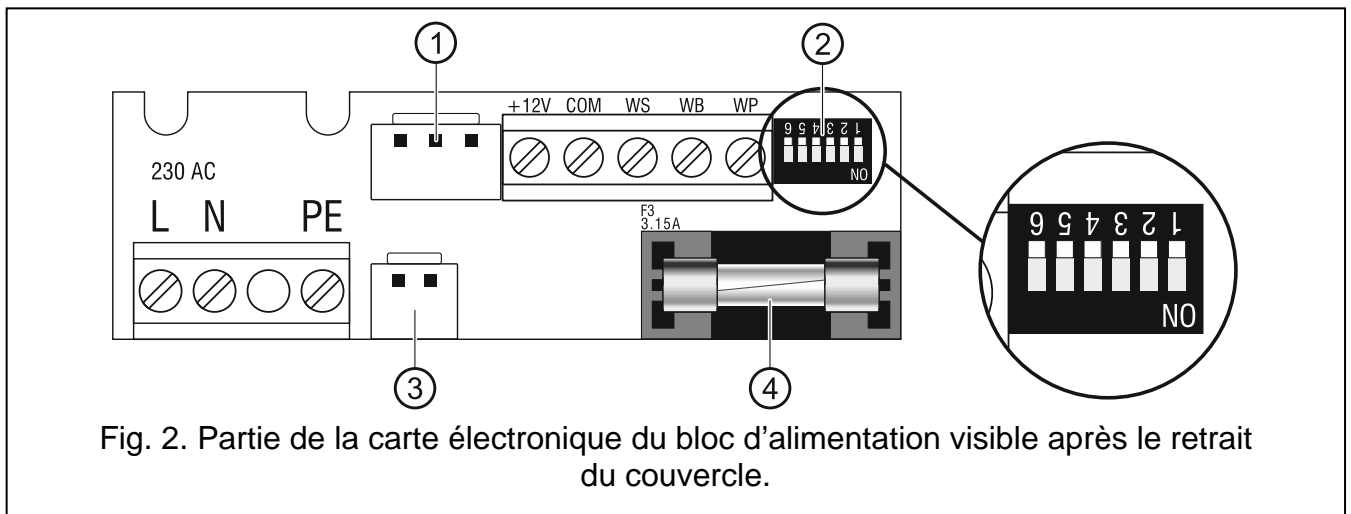

Fig. 2. Partie de la carte électronique du bloc d'alimentation visible après le retrait du couvercle.
Légende de la figure 2 :
4. Si le bloc d'alimentation doit être connecté à un appareil muni d'un connecteur dédié, branchez le câble dédié au connecteur désigné ① sur la figure 2.
7. Connectez les fils de la batterie au connecteur marqué ③.